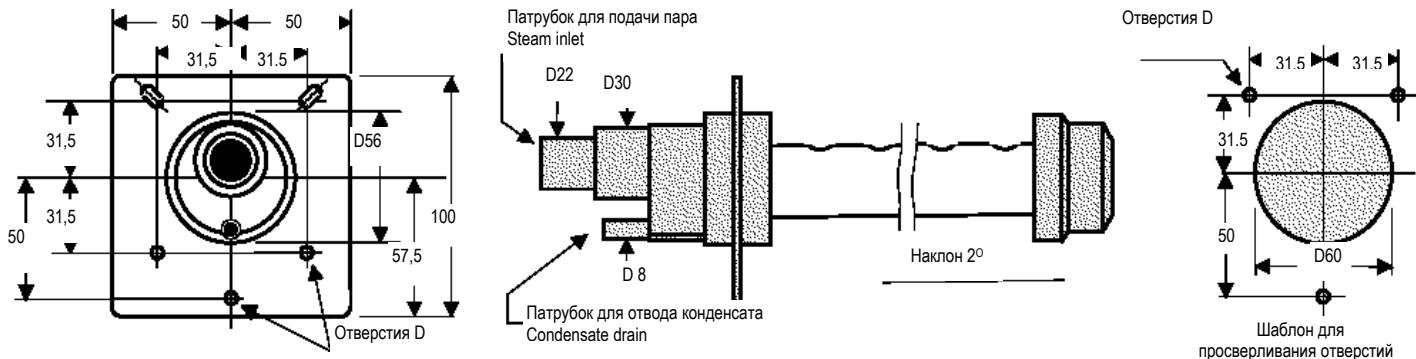

Рис. 4.3.1
На Рис. 4.3.1 и 4.3.2 представлены размеры распределителей Carel, а в таблице 4.3.1 указаны максимально допустимые длины распределителей.
- Высверлить отверстий в стене воздуховода по шаблону, указанному на Рис. 4.3.1 или 4.3.2;